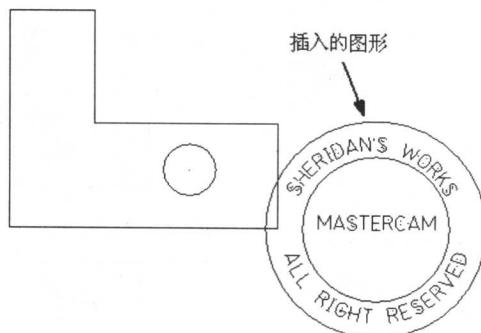
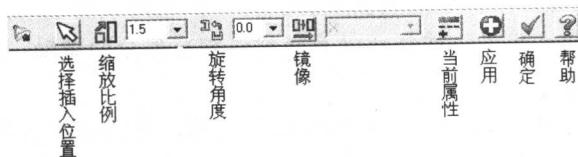

图 1-11
图 1-12
插入结果如图1-11所示，文件“合并 2.MCX”中的图形已经插入到前面打开的“合并 1.MCX”文件中。同时，显示系统的“合并文件”工作条如图1-12所示，其中列出了合并文件的各项功能。
**【提示】关于工作条：**工作条 (Ribbon Bar) 是 Mastercam X 的一个重要部分，虽然它以工具条的形式出现，但实际上更像一个对话框的功能。对于大部分 Mastercam 的功能，都在工作条上列出了该功能可以输入的参数。如图 1-12 所示就是“合并文件”功能的工作条，其中列出了合并文件可以操作的功能。读者在下面的学习中将会经常遇到工作条这个内容。